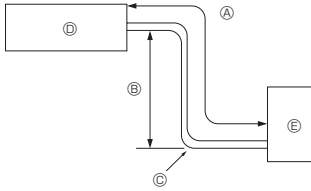

Fig. 2-1
2.1. Kjøllemiddelrør (Fig. 2-1)